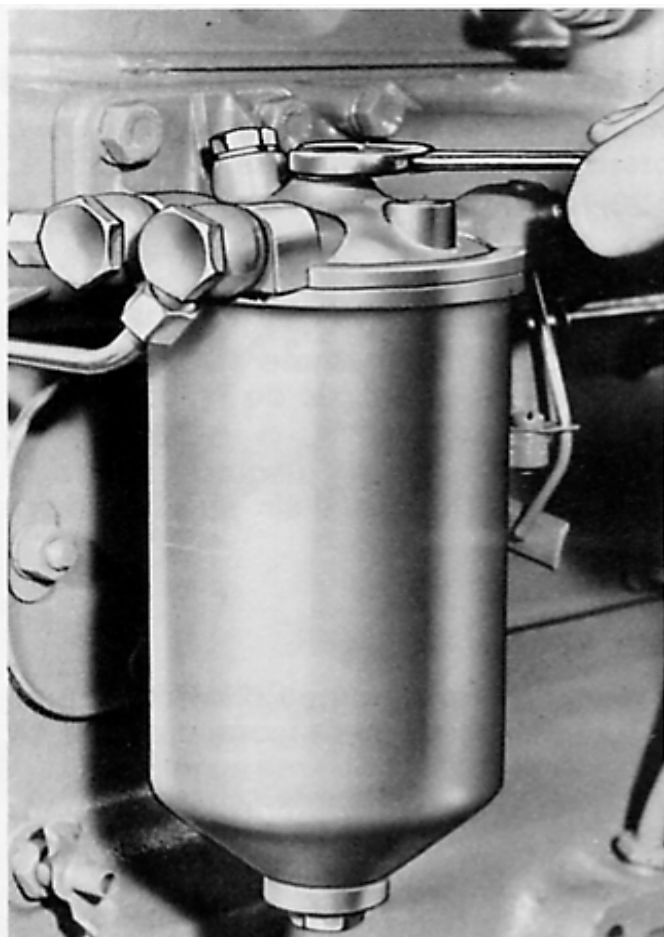

Fig. 14 —
FILTRE A COMBUSTIBLE (fig. 14 et 15).
- Dévisser la vis centrale d'assemblage (fig. 14).